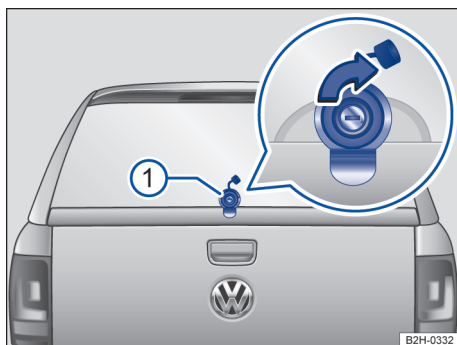

Fig. 54 Destravamento e travamento de emergência da tampa do compartimento de bagagem.
- Introduza a chave adicional no cilindro da fechadura → Fig. 54 ①.
- Introduza a chave adicional no cilindro da fechadura ①.